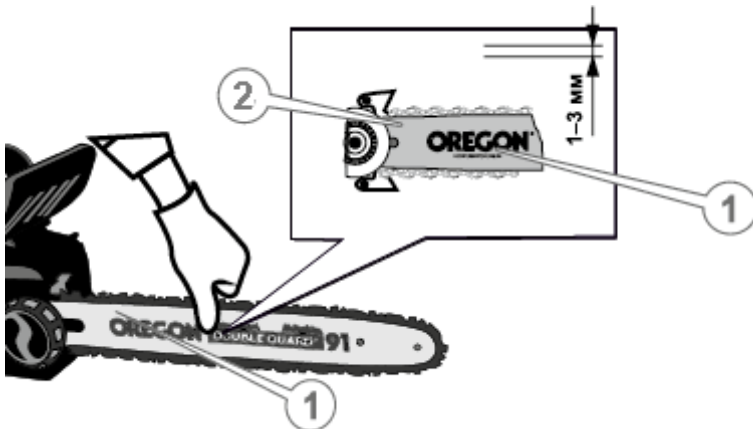

Рисунок 6. Схема перевірки натягіння ланцюга.
- акуратно взятися за верхню гілку ланцюга посередині шини рукою в рукавичці та відтягнути ланцюг від шини зусиллям 1,5–2 кг. Виміряти величину зазору між напрямною ланцюга (2, рис. 6) та шиною (1, рис. 6). Зазор повинен бути в межах 1–3 мм, а сам ланцюг має легко рухатися за рукою вздовж пазу шини.